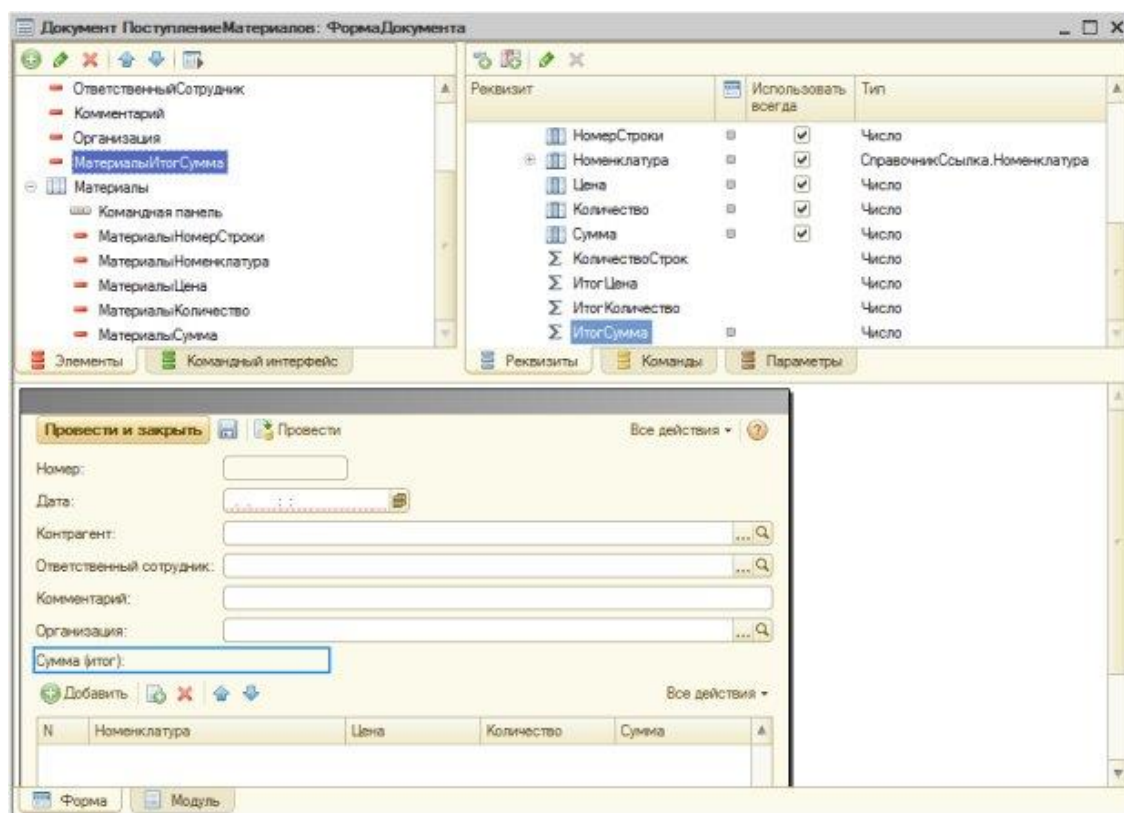

Рисунок 11.8 - Вывод итогового показателя для поля Сумма на форму
11. Вторая задача из тех, которые мы поставили себе выше, заключается в выводе на форму итоговых сведений по табличному полю. Ее можно реализовать различными способами, но лучше всего воспользоваться стандартными итоговыми показателями табличного поля, которые можно найти в составе табличного поля на закладке **Реквизиты** редактора форм, Рисунок 11.8.